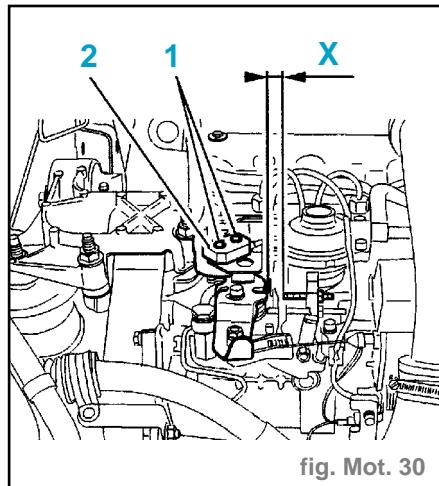

fig. Mot. 30
- Vérifier que le levier (1) soit en appui
- Vérifier que le câble (5) soit sans tension.
• **Contrôle et réglage contacteur de levier de charge** (fig. Mot. 30)
- Desserrer les vis (1).